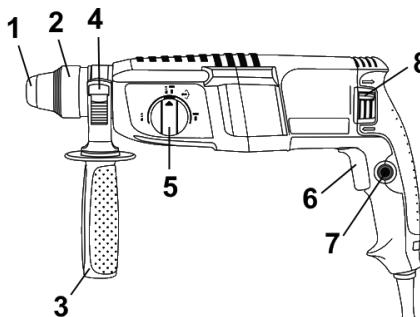

Рисунок 1
4.1 Виберіть необхідний режим роботи виробу за допомогою перемикача (5) (див. рисунок 1, таблицю 1). При необхідності зміни кута нахилу насадки при виконанні довбальних робіт зробіть необхідні операції, які описані в пункті 4.5. При необхідності встановлення свердлильного патрона - встановіть його в патрон SDS-plus через адаптер.
4.2 Для ввімкнення виробу натисніть на курок вимикача (6) (рисунок 1). Для вимикання виробу слід курок відпустити.